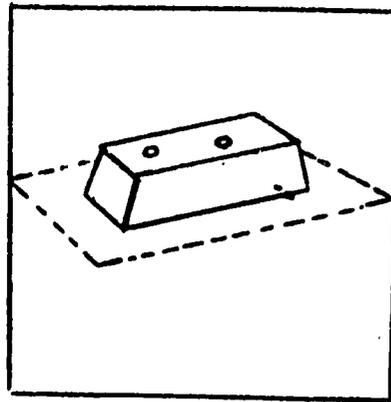

Fig. 24 - Molde
71. Moldes. Un molde de madera (ver Fig. 24) se usa para hacer un bloque con el centro parcialmente cóncavo. La ventaja de este bloque es que lleva solo 4/5 partes de la mezcla usada en un bloque regular, reduciendo costo y labor. Estos bloques también